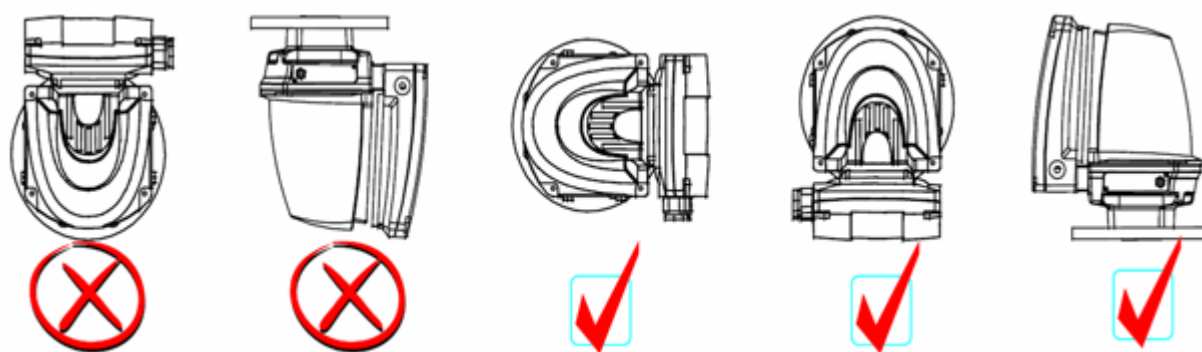

Рис. 3. Примеры ориентации измерительной головки.
- запрещается устанавливать измерительную головку так, чтобы крышка клеммной коробки являлась самой верхней поверхностью (см. рис. 3).